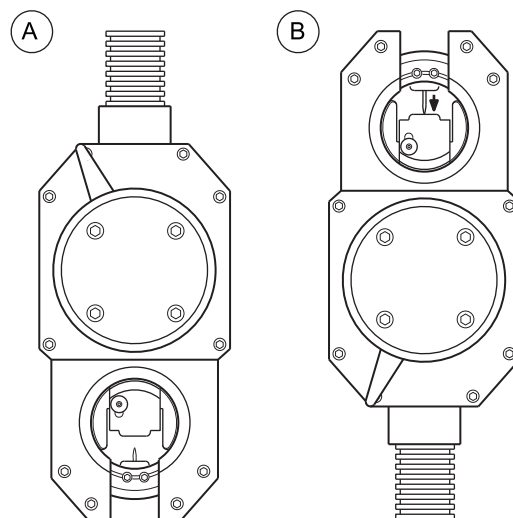

図10：アーク・ギャップを設定する
2. アーク・ギャップ・ゲージをローターに差し込みます。図10 (A) をご参照ください。
3. ウェルド・ヘッドを上向きに傾けます。電極固定ねじを緩めると、アーク・ギャップ・ゲージ表面上に電極が落下します。図10 (B) をご参照ください。